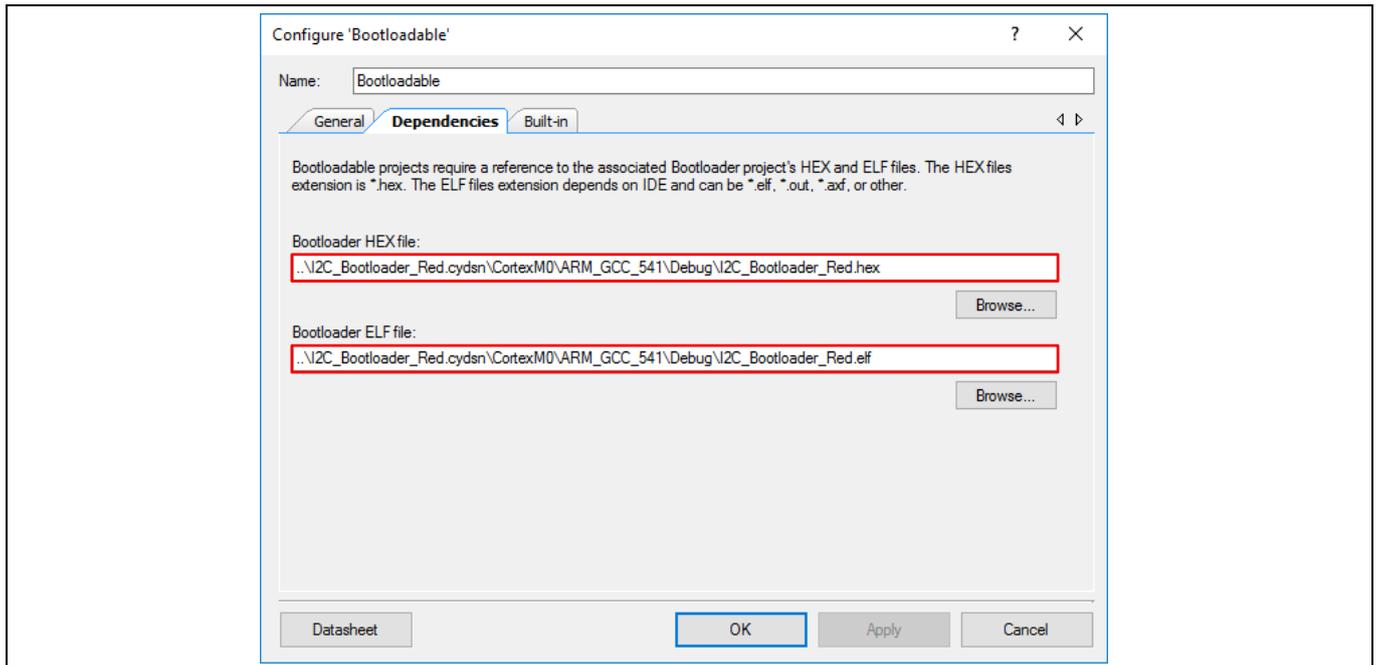

Figure 11 ブートローダブル コンポーネントの設定
ブートローダブルプロジェクトは常にブートローダプロジェクトの.hexファイルにリンクします。プロジェクトをリンクするためには、**Dependencies** タブに移動して、**Figure 11**に示すように、ブートローダブルを**I2C\_Bootloader\_Red.hex**ファイルにリンクします。ブートローダブルコンポーネント設定の詳細については、**Bootloadable Component datasheet**を参照してください。
- 13 ページの **Figure 11** に示すように、ブートローダブル コンポーネントをブートローダ プロジェクトにリンクします。